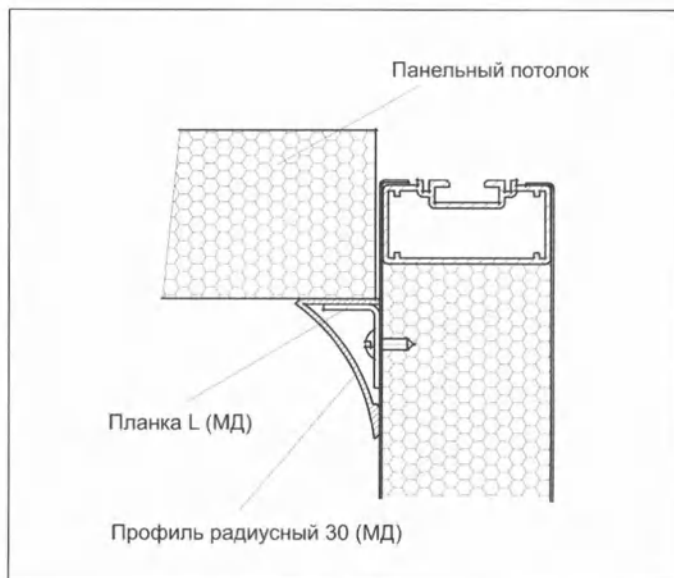

Рис.19 Укрепление опущенного панельного потолка
4.9.3. Укрепление к панельному потолку (рис.19)